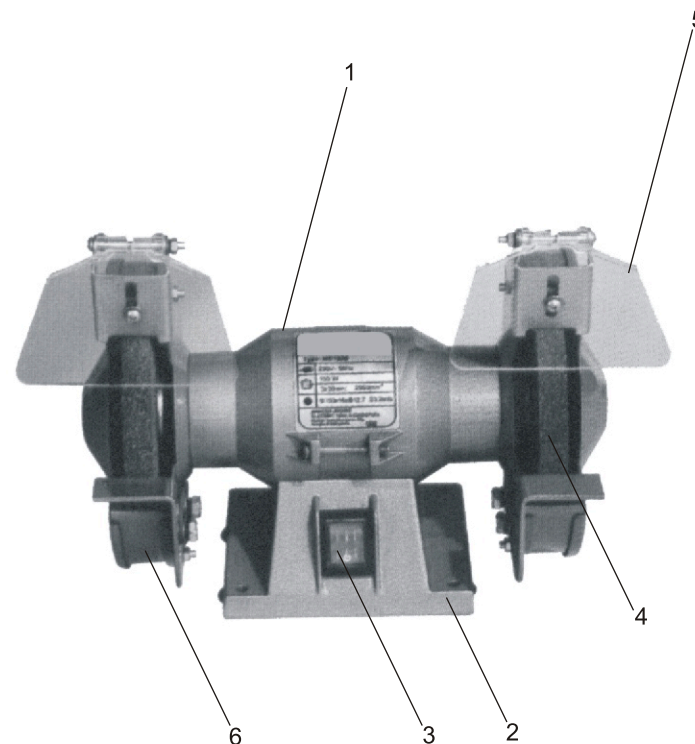

Рис. 1
4.1 Общий вид точила представлен на рис.1